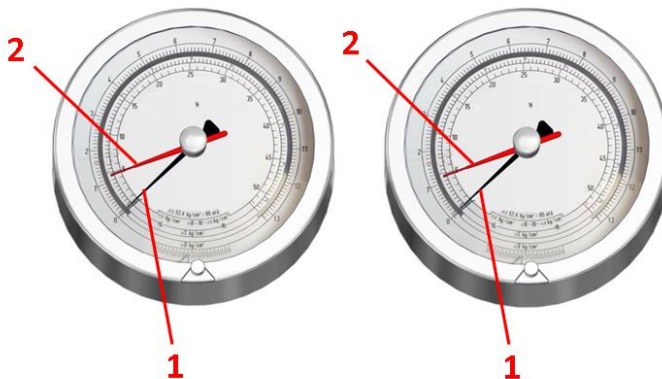

Figura 5.6.1
1. Ajuste manualmente o leitor com ponteiro de pressão vermelho (Item 2, Figura 5.6.1) no indicador de pressão para zero.